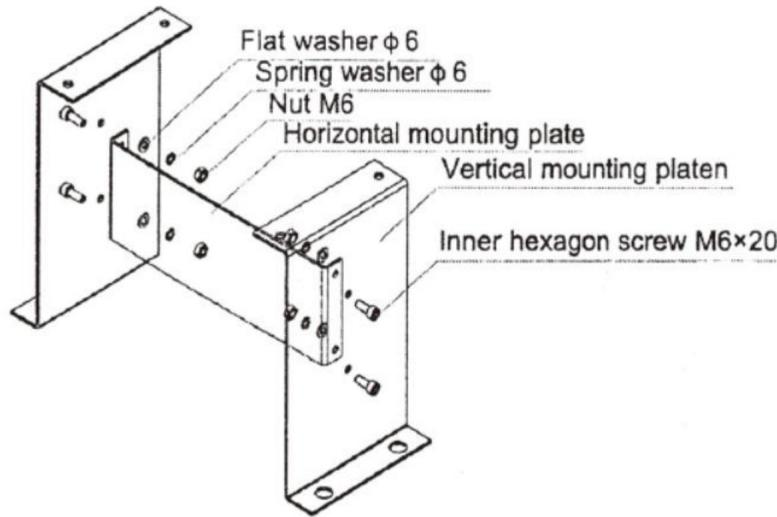

Figura 5
- a) Smontare l'alloggiamento in plastica sul motore principale prima dell'installazione e conservare correttamente gli elementi di fissaggio pertinenti; b) Se si seleziona la base di montaggio staccabile, la base deve essere assemblata prima come mostrato nella Figura 5: